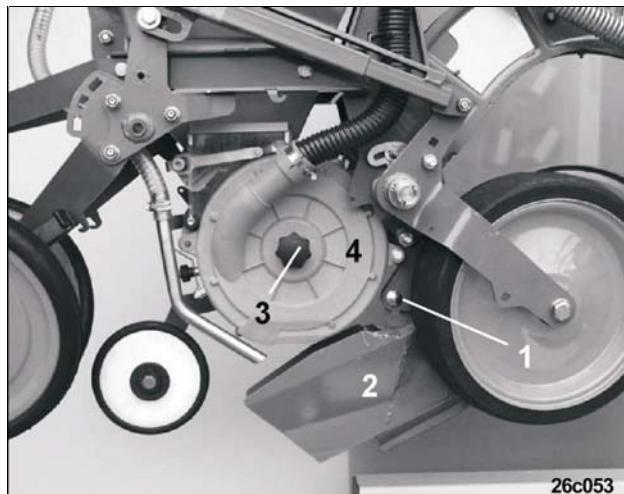

Рис. 65
- Открутите задний винт (Рис. 65/1) крепления сошника и переместите сошник (Рис. 65/2) вниз.
- Открутите пластиковую гайку (Рис. 65/3) уберите в сторону пневматическую крышку (Рис. 65/4) вместе с дозирующим диском (Рис. 66/2).